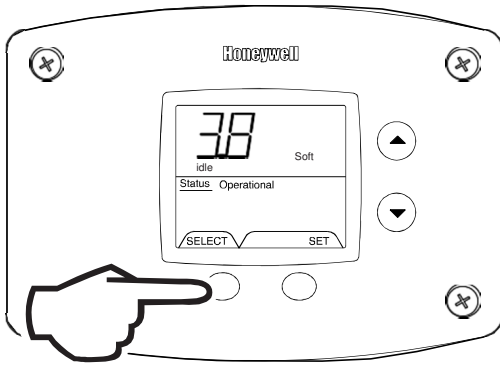

Figure 37
- 7. Software Version (Display only) (Fig. 37).